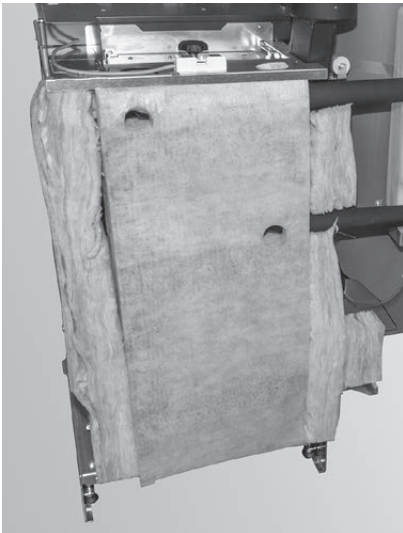

Fig. 66 Applicare l'isolamento
- Applicare l'isolamento – Fig. 66